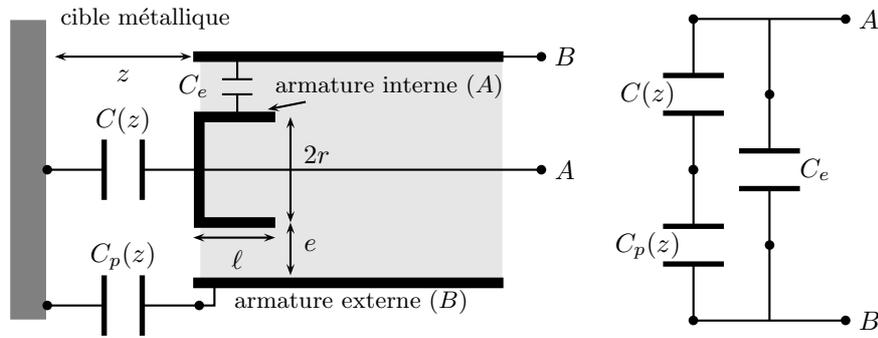

FIGURE 11 – Modélisation du capteur capacitif
La tête de mesure de ce capteur est formée d'un conducteur cylindrique (A) et d'une enveloppe métallique coaxiale (B) réalisant un condensateur de capacité fixe C_e , voir le schéma de la figure 11. Lorsque la cible métallique s'approche de l'extrémité des conducteurs (A) et (B), ceux-ci constituent avec elle deux autres condensateurs. L'un de capacité $C(z)$ a pour armatures le disque externe du conducteur central cylindrique (A) de diamètre $2r$, z est la distance qui le sépare de la cible. L'autre est un condensateur parasite, de capacité $C_p(z)$, formé par l'enveloppe extérieure (B) du capteur et la cible. La capacité d'un condensateur plan de surface S et d'épaisseur d est donnée par :